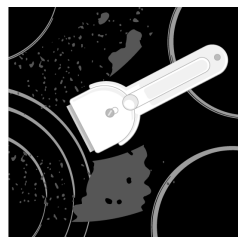
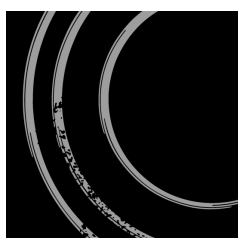

рис. 4
рис. 5
**Трудноудаляемые и пригоревшие загрязнения** можно устранить с помощью специального скребка. Следите, чтобы пластмассовая ручка скребка не касалась горячей зоны нагрева (рис. 4). Во время работы со скребком также будьте внимательны, чтобы не пораниться!
**Сахар и жидкости, содержащие сахар**, могут сильно повредить стеклокерамическую поверхность (рис. 5), поэтому сразу же удаляйте просыпавшийся сахар или пролившееся сладкое блюдо со стеклокерамической поверхности, даже если конфорки еще не остыли (рис. 4).
Проверьте, правильно ли шарниры "сели" в отверстия. Затем полностью откройте дверцу и поверните язычки до конца в начальное положение. Дверцу медленно закрывайте и при этом контролируйте, правильно ли она закрывается (рисунок 4). Если дверца открывается и закрывается неправильно, проверьте, правильно ли установлены разрезы шарниров в отверстия на корпусе.